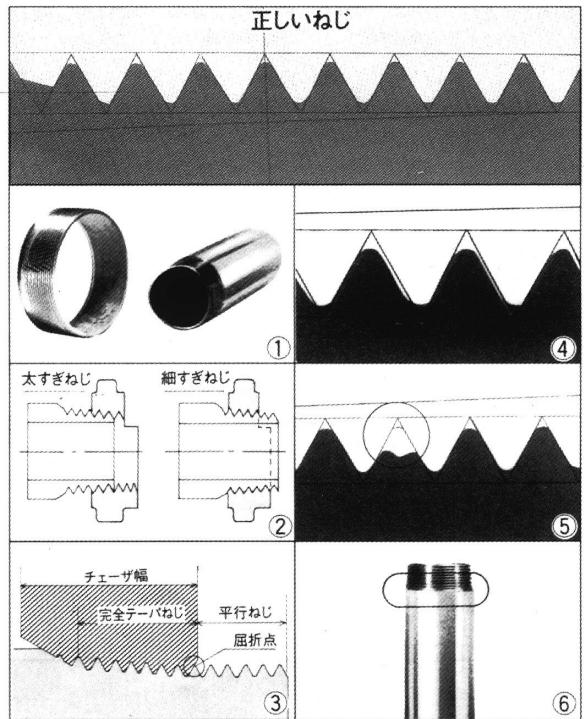

図47
① 多角ねじ(図47①)
④ 切られたねじの山ヤセ (図47④)
⑤ 切られたねじの山欠け (図47⑤)
⑥ パイプに対してのねじの偏肉切れ (図47⑥)